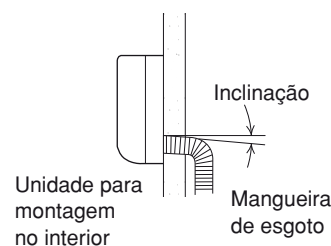

Fig. 43
- A mangueira de esgoto deve ficar inclinada para baixo em direcção ao exterior. (Fig. 43)